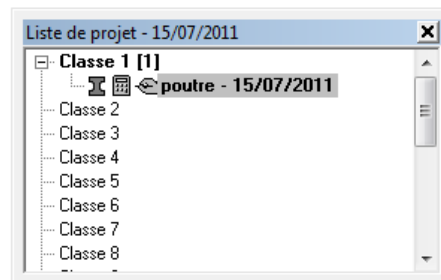

fig. 63: Liste de projet
Dans la fig. 63, il y a un groupe (Classe 1), contenant un élément (1), c'est à dire l'élément avec comme nom 'exemple'. C'est élément a été traité à la date indiquée.